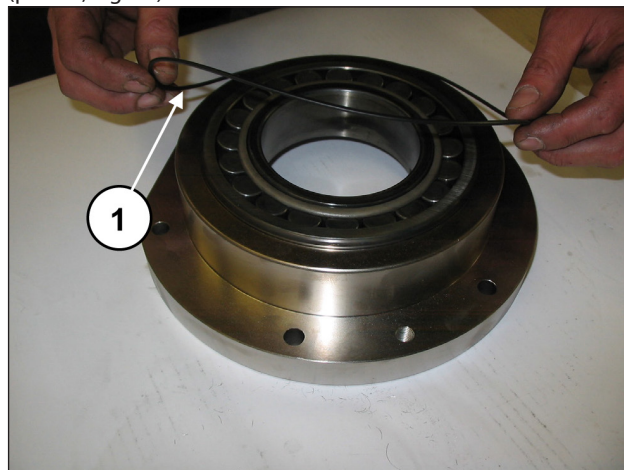

Fig. 71
Aplicar la junta tórica en el extremo de la tapa portacojinete (pos. ①, Fig. 71).